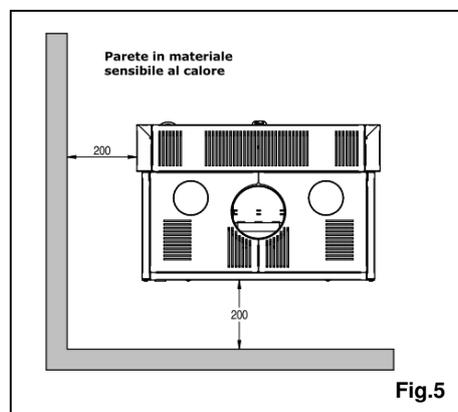

Fig.5
- **NOTA BENE:** Rispettare le **distanze** tra apparecchio e le pareti vicine (**fig.5**).